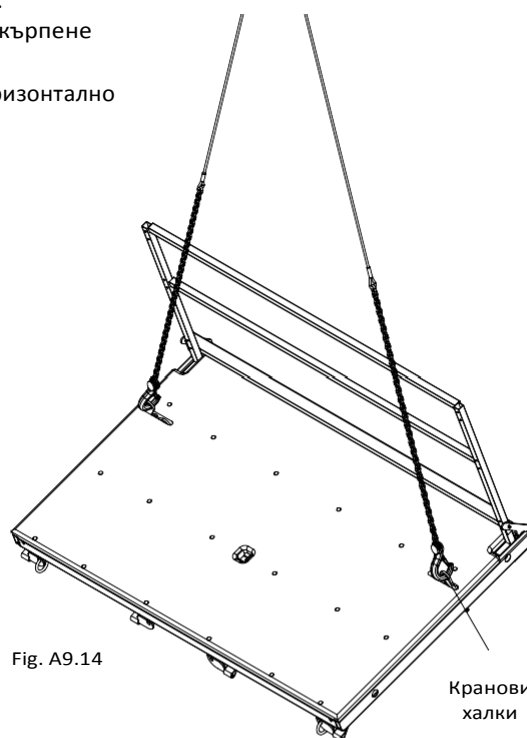

Fig. A9.14
7. Преместете платформите. (Fig. A9.14)